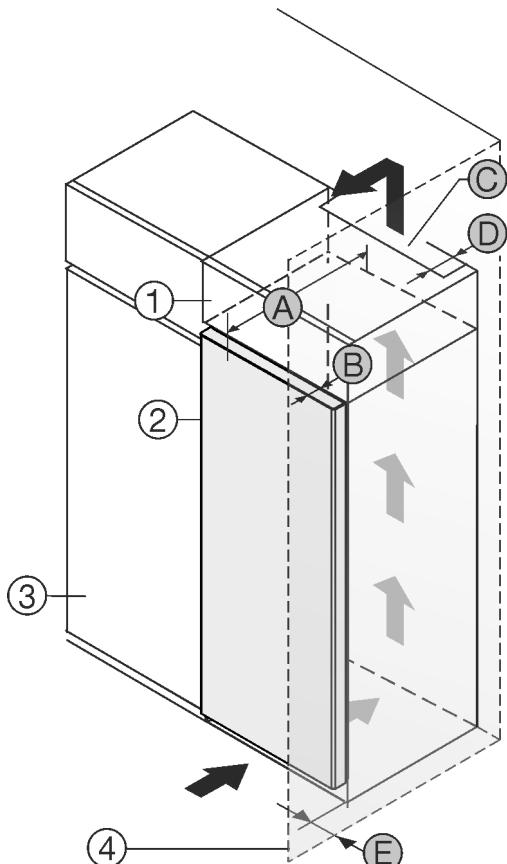

Fig. 1
Μπορείτε να τοποθετήστε τη συσκευή ακριβώς δίπλα από το ντουλάπι κουζίνας Fig. 1 (3).*
Στην πίσω πλευρά του επικαθήμενου ντουλαπιού πρέπει να υπάρχει ένα κενό εξαγωγής αέρα με βάθος Fig. 1 (D) σε όλο το πλάτος του επικαθήμενου ντουλαπιού.*
Κάτω από την οροφή του δωματίου πρέπει να τηρείται η διατομή εξαερισμού Fig. 1 (C).*
Εάν τοποθετήσετε τη συσκευή με τους μεντεσέδες δίπλα σε κάποιον τοίχο Fig. 1 (4), τότε πρέπει η απόσταση ανάμεσα στη συσκευή και στον τοίχο να ανέρχεται σε τουλάχιστον 13 mm.*
Για να μπορείτε να ανοίγετε τελείως την πόρτα, πρέπει η συσκευή να προεξέχει κατά το βάθος της πόρτας Fig. 1 (B) από την πρόσοψη του ντουλαπιού κουζίνας. Η συσκευή μπορεί να προεξέχει περισσότερο, ανάλογα με το βάθος των ντουλαπιών κουζίνας Fig. 1 (3) και την χρήση αποστατών τοίχου.*